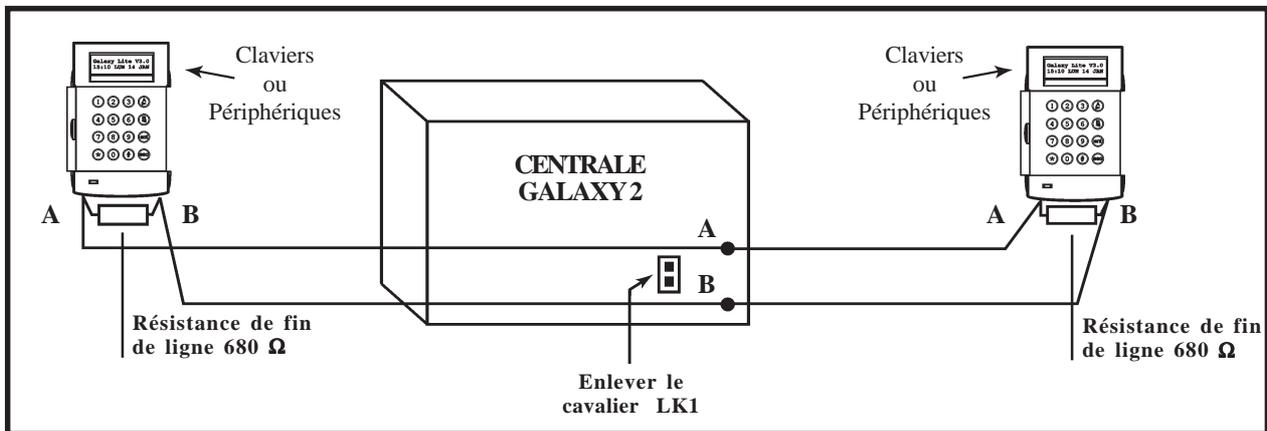

Figure 18. Exemple de configuration " Double résistances fin de ligne ".
1. Ouvrir le cavalier **LK1** pour déconnecter la résistance de fin de ligne de 680 Ω placée sur la carte principale. Se référer à la figure 18 ci-dessous.
2. Câbler les deux lignes bus depuis les bornes A et B de la centrale, conformément à la figure 18.